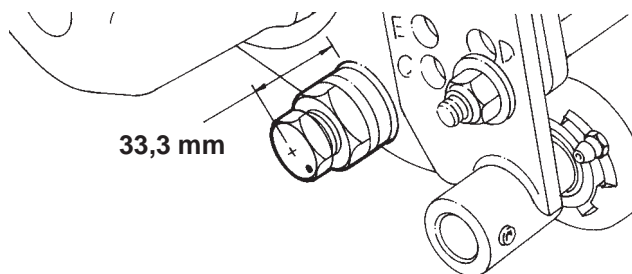

Bild 14
2. Legen Sie an der linken Seite der Schnittleiste die Kunststoffscheibe zwischen die Schnittleiste und die Seitenplatte. Schrauben Sie die Drehschraube durch die Klemmmutter und die Seitenplatte in die Schnittleiste, bis der Abstand zwischen dem oberen Ende der Drehschraube und der Seitenplatte 33,3 mm beträgt. Der Kennpunkt sollte nach hinten zeigen. Ziehen Sie die Klemmmutter noch nicht fest (Bild 14).